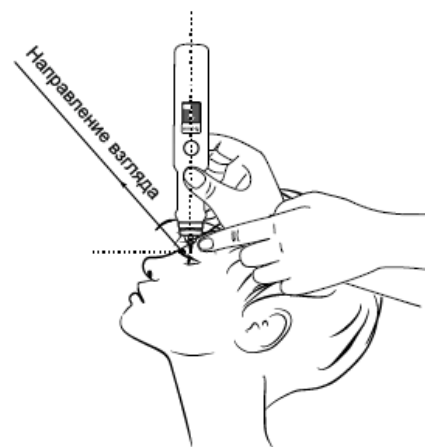

Рисунок 15
2. Când efectuați procedura de măsurare la o altă persoană, fixați privirea pacientului folosind un obiect de măsurare (de exemplu, degetul mare ridicat al pacientului) astfel încât linia sa vizuală să fie la un unghi de aproximativ 45°-50°, așa cum se arată în Fig. 15.
Când vă măsurați, fixați-vă privirea folosind un obiect de testare (de exemplu, degetul mare ridicat al unei mâini întinse) astfel încât linia de vedere să formeze un unghi de aproximativ 45° - 50° (Fig. 15).